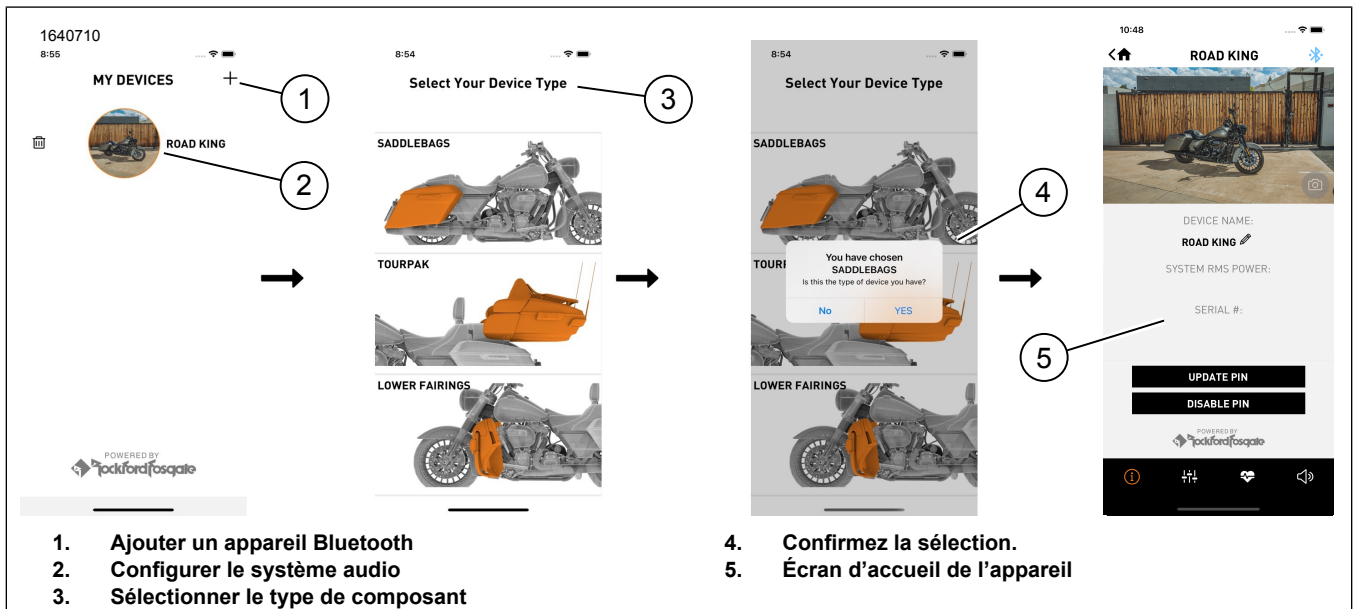
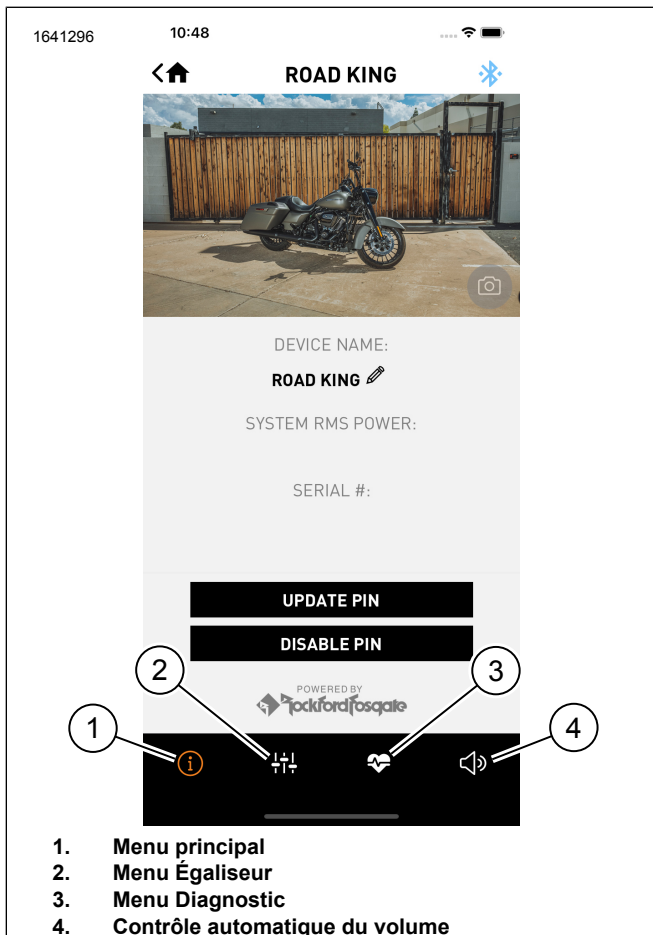
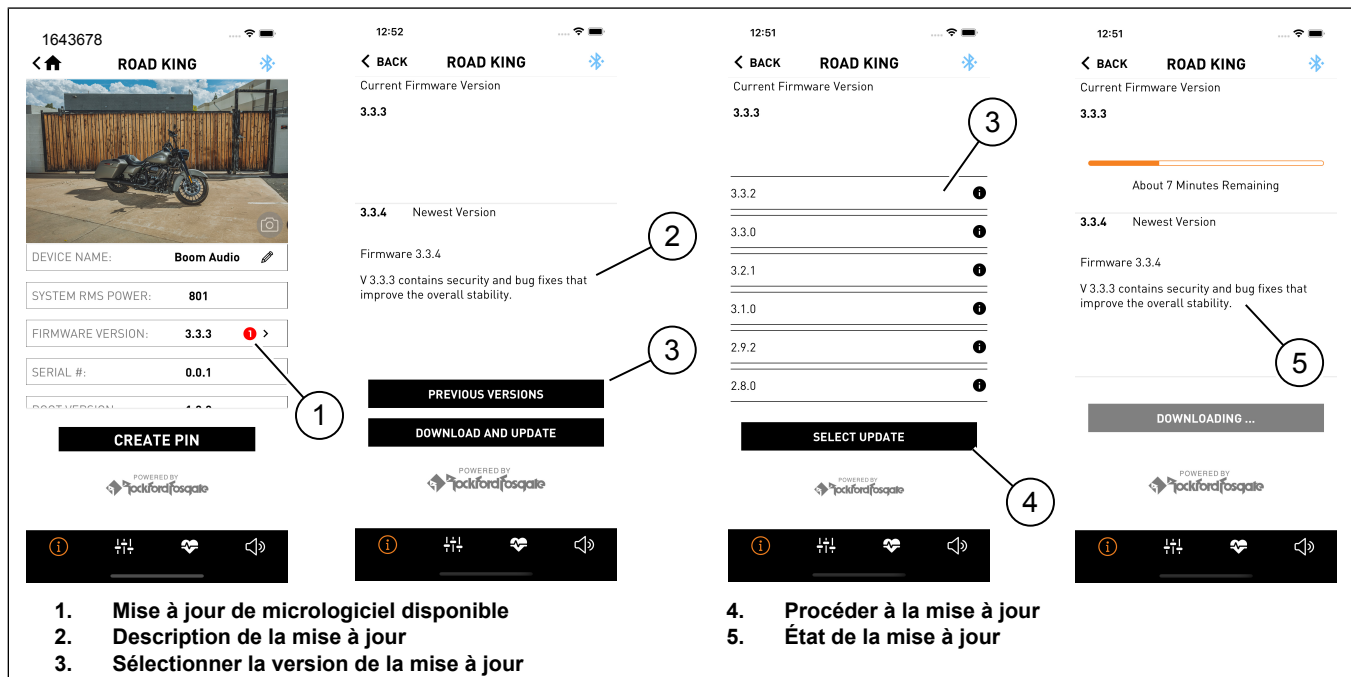

Figure 17. Processus de configuration
Figure 18. Barre de menus
Figure 19.
1. Figure 17 Accéder à votre système audio.
- a. Jumelez l'appareil (1) au système.
- b. Utilisez les menus de l'application (2) pour configurer le système de son du véhicule.
2. Sélectionnez la configuration (3) où les haut-parleurs ont été installés sur le véhicule.
3. Confirmez la sélection (4).
4. Une fois la configuration terminée, l'écran d'accueil de l'appareil (5) s'affiche.
5. Figure 18 Appuyez sur les icônes de la barre de menus pour :
- a. Menu principal (1)
- b. Menu Égaliseur (2)
- c. Menu Diagnostic (3)
1. Figure 19 Le cercle rouge indique qu'une mise à jour du micrologiciel est disponible (1).
2. Brève description de la mise à jour (2).
- b. Appuyez sur la version précédente (3) si cette version est souhaitée.
3. Sélectionnez une version de mise à jour (3) et procédez à la mise à jour (4).
- a. Figure 18 Appuyez sur l'icône Menu principal (1) pour obtenir plus d'informations sur la mise à jour.
4. L'écran affiche l'état de la mise à jour (5) appliquée à l'amplificateur.